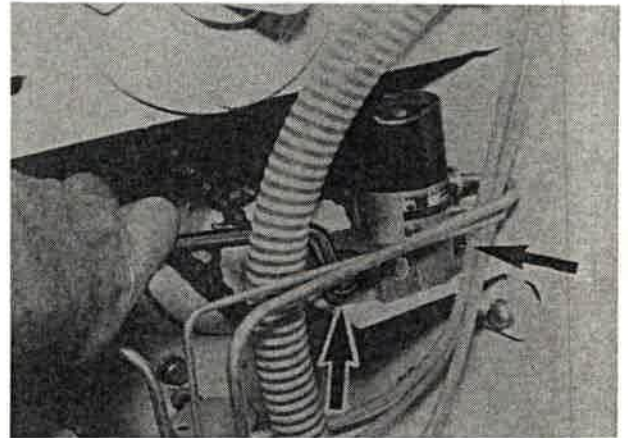

Bild 114
2. Zum Nachspannen der Kette Befestigungsschrauben (Bild 114/Pfeile) lösen, Dosierpumpe entsprechend versetzen, Befestigungsschrauben wieder festziehen.